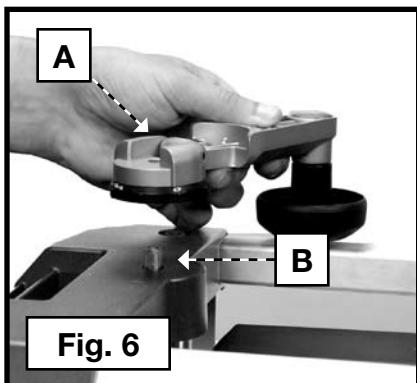

**Fig. 5**
Utiliser la clé fournie pour fixer la poignée de verrouillage du porte-lame (A), fig. 5, à la tige (B) avec une vis à tête creuse étoilée M6-20 mm et une rondelle de blocage.